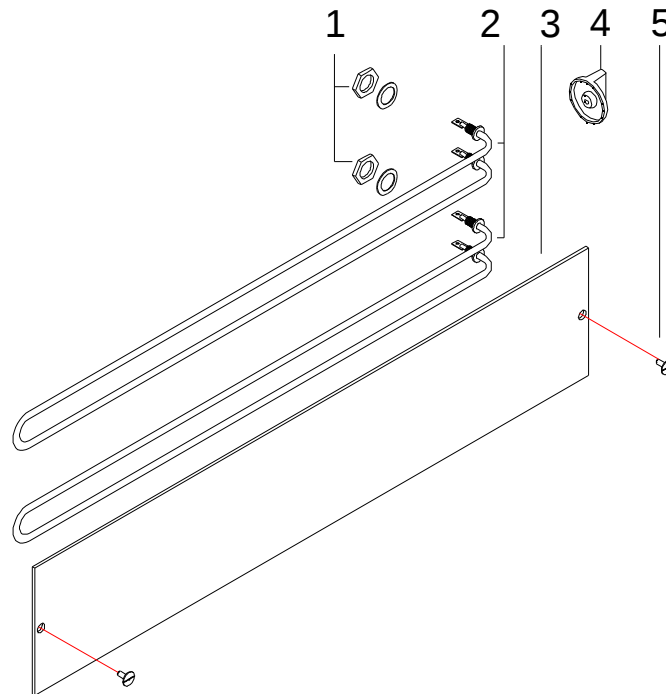

Fig 12
- Tirer les commandes (4) (voir Fig. 12) des interrupteurs vers l'extérieur. Retirez le panneau de contrôle en supprimant totalement les vis qui le maintiennent en place. Retirez les vis du panneau arrière et tirez-le vers la gauche pour l'enlever
- Enlever le verre vitro (3) dévissant les écrous (5) de face avant.
- Retirer les écrous (1) de l'élément (2) et le retirer de son compartiment.